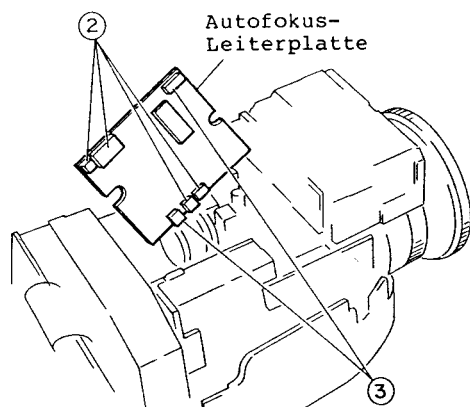

Abb. 2-18
2. Vier (4) Stecker (CN1A, CN2A, CN3A, CN4A) abziehen (siehe Abb. 2-18).
3. Zwei (2) Stecker (CN01, CN02) ablöten.